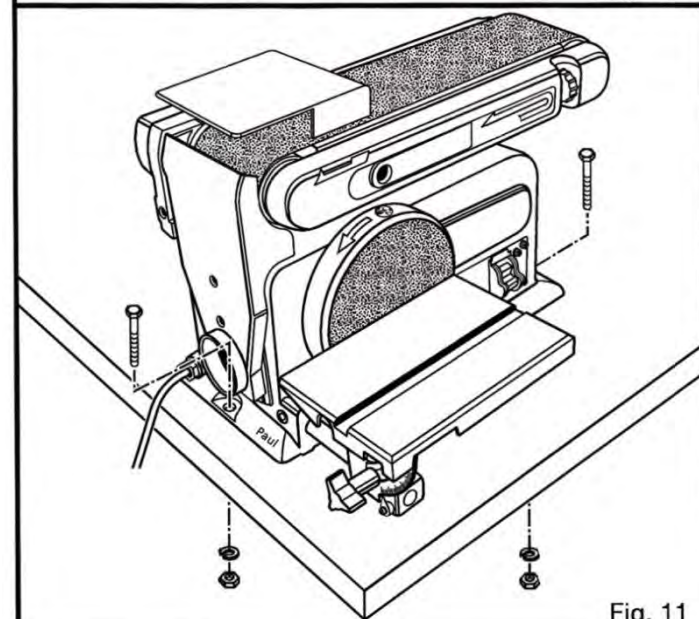

Fig. 11
Einsatz als stationäre Maschine, Fig. 11
- Fahren Sie fort wie unter dem Punkt „Einsatz als stationäre Maschine, Fig. 11“ in den letzten 3 Schritten beschrieben.